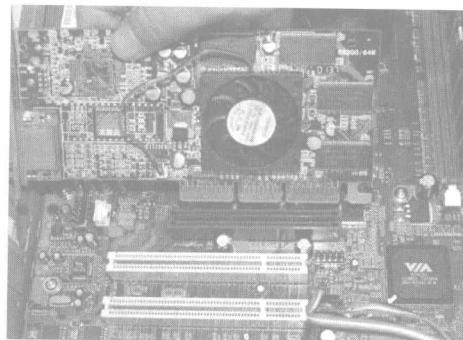

图1.27 对准AGP插槽
- (1) 将准备好的显卡插入主板上的显卡插槽,让显卡接口端与机箱上的预留接口孔相对应,如图1.27所示。